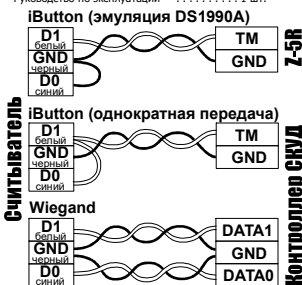

Рис.3 Выбор протокола передачи.
- подсоедините провода к считывателю в соответствии с рис.2 и рис.3. При подключении питания загорается красный светодиод;
В рабочем состоянии горит красный светодиод, сигнализируя наличие питания. При внесении в поле действия считывателя proximity-брелка происходит чтение идентификационного номера брелка. Далее считанный идентификационный номер передается в контроллер по протоколу iButton (Dallas Touch Memory) или Wiegand-26 (в зависимости от выбора протокола передачи, рис.3). При считывании номера брелка и передаче его кода в течение 1 секунды мигает красный светодиод.